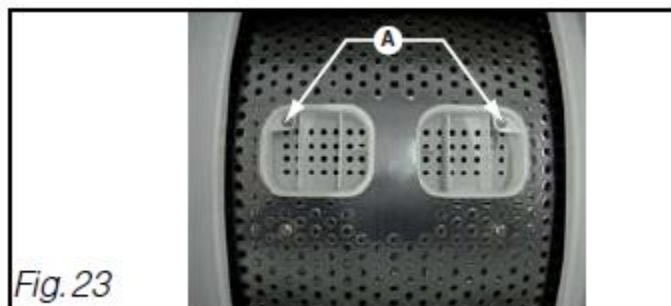

Fig. 23
- Desaperte e retire o parafuso entre as 2 aberturas (TORX T20); a palheta vai cair sobre o tambor (coloque um pano para amortecer a queda – fig. 23).